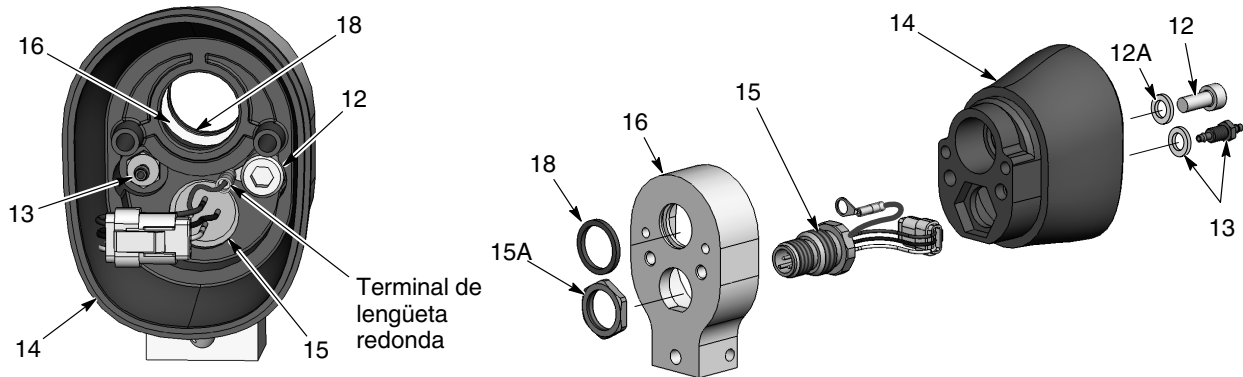

Figura 23 Desmontaje de la pistola de montaje en barra 3 de 3
8. Ver la figura 23. Para desmontar el conjunto del cuerpo posterior, extraer el tornillo (12), la arandela (12A), el racor dentado y la arandela (13) de la parte interior del cuerpo posterior (14). Se requieren una llave macho hexagonal de 3 mm y un zócalo de cavidad profunda de 1/4 pulg.
9. Extraer la tuerca (15A) del receptáculo (15), extraer el adaptador del cuerpo de la pistola posterior, e introducir el cableado del receptáculo a través del cuerpo.
10. Examinar el anillo Cuad (18) en el adaptador (16) y sustituirlo en caso de daños.